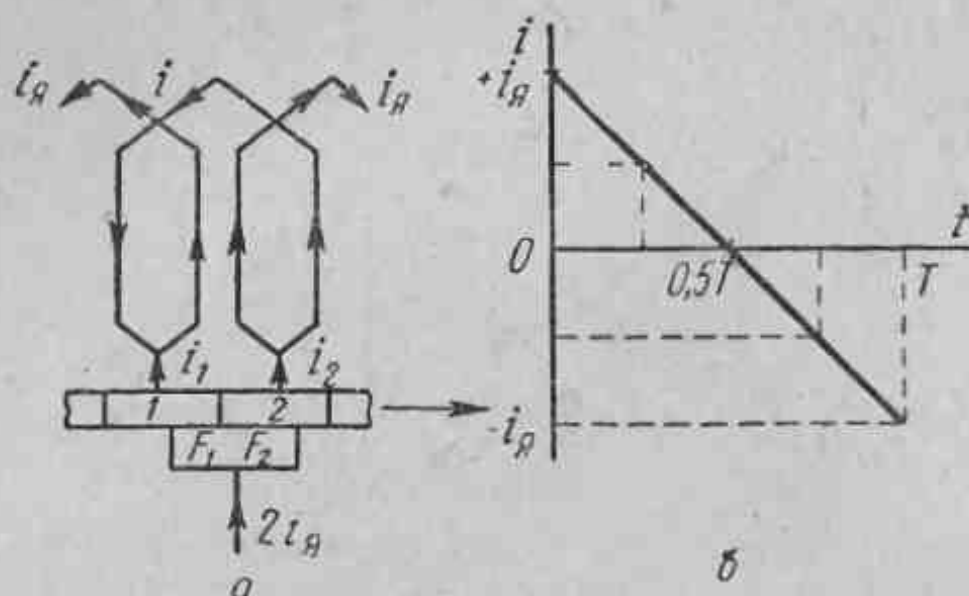

Рис. 31. Прямолинейная коммутация:
реходных контактов между щеткой и коллекторными пластинами обозначим как r_1 и r_2 (рис. 31, а). Эти сопротивления обратно пропорциональны площадям (соответственно F_1 и F_2) соприкосновения щетки с коллекторными пластинами:
Формула (15) представляет собой уравнение прямой линии. Подставив разные значения t в это уравнение и получив соответствующие значения тока i , построим график изменения тока в короткозамкнутой секции за период коммутации (рис. 31, б).